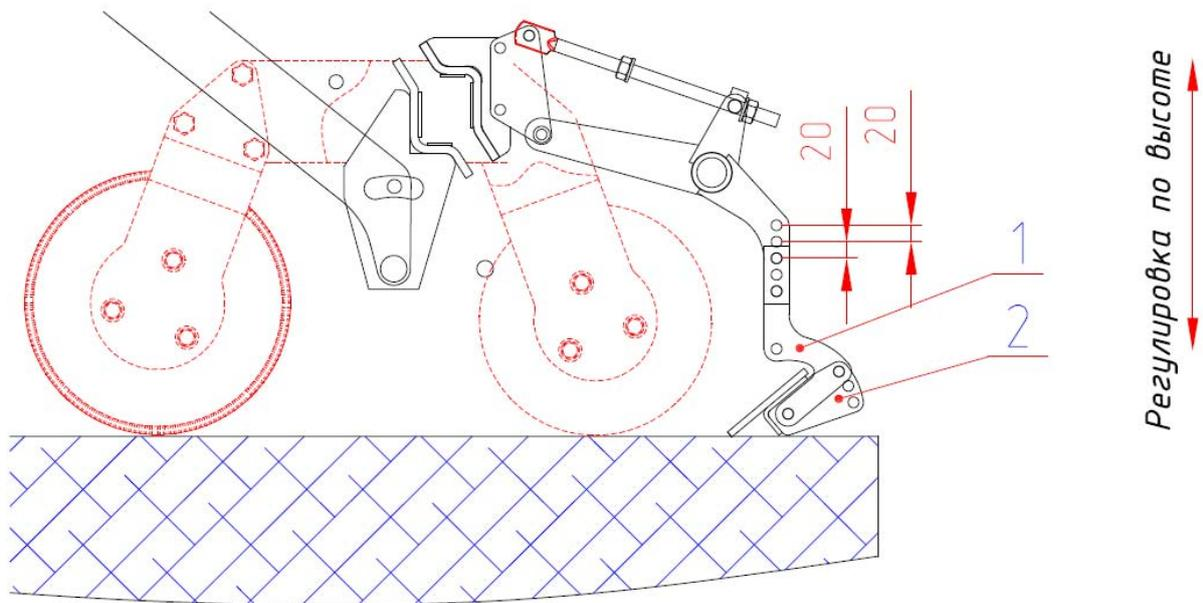

Рис.25 Регулировка планчатого выравнителя по высоте.
7.2.5 Регулировка планчатого выравнителя по углу осуществляется поворотом держателя 2 (рис.25а) относительно нижнего отверстия и фиксации держателя в соответствующих отверстиях. Угол положения планки можно устанавливать как в "активном" положении (рис.25а) так и в "пассивном" положении (рис.25б).
Рис.25а Регулировка планчатого выравнителя по углу (активное положение планки).
Рис.25б Регулировка планчатого выравнителя по углу (пассивное положение планки).